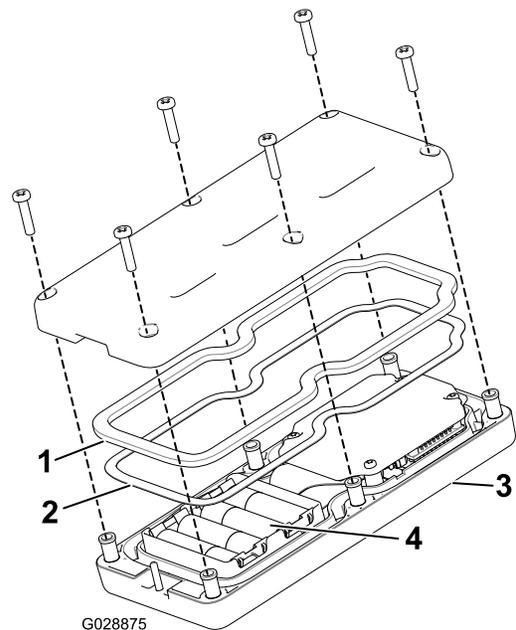

图18
3. 确保钢垫片和橡胶密封件正确放置于手持遥控器的槽内然后将后盖放回原位图18。
4. 用6个螺丝固定后盖图18上紧螺丝扭矩至1.51.7N·m。
2. 将电池放入电池端子仓位注意遵循正确的电池极性。电池端子仓位分别带有正负极标志图18。